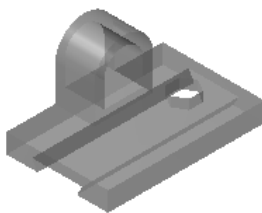

图 2.5.13 半透明着色
- ☑ ☒ **半透明** 复选框：用于设置以半透明的着色模式显示着色图素，如图 2.5.13 所示。